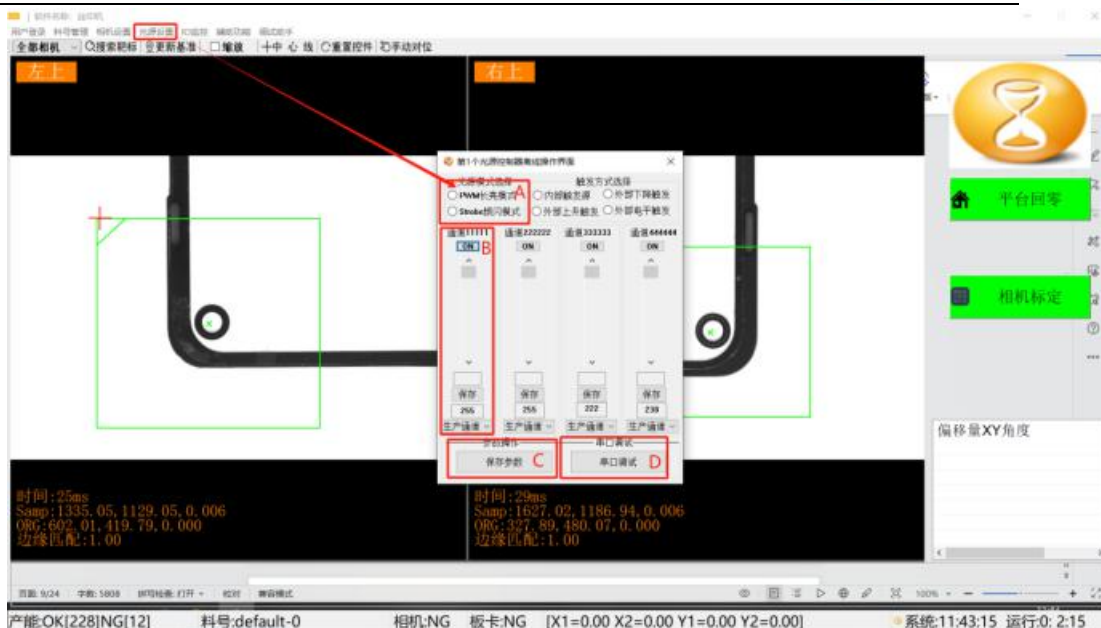

图 2-5
- D. **光源设置**: 当图像效果需要进行光源参数操作时, 点击“光源设置”进入如下图 2-5 界面: